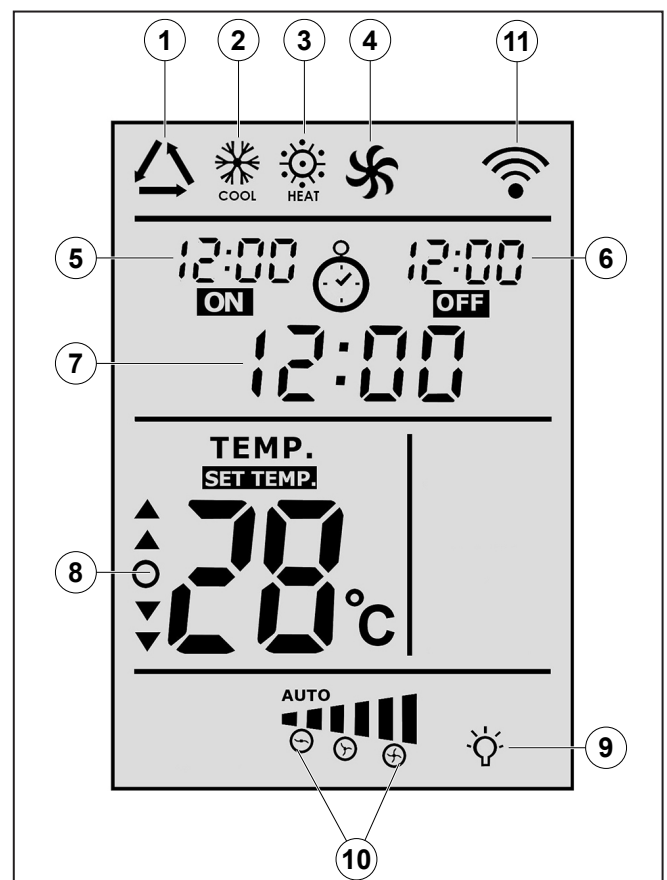

Fig. 14
1. **Display** (voor de details zie fig. "Fig. 14")